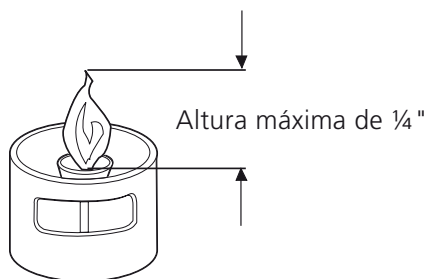

Figura 14
5. Ajuste el piloto a aproximadamente una llama de  $\frac{1}{8}$ " –  $\frac{1}{4}$ " (vea figura 14) de maner a que una pequeña coloración amarilla aparezca en la parte alta de la llama del piloto.